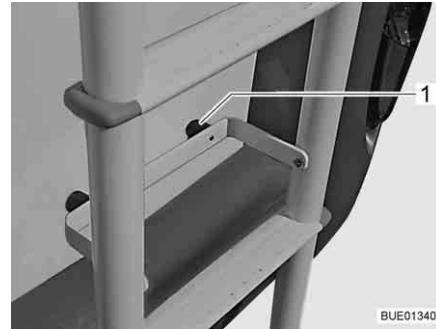

Bild 2 Stegen nedfälld
- Sätt skyddsbygeln med gummiknopparna (Bild 2,1) mot fordonsväggen.